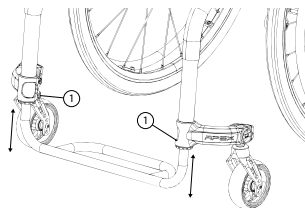

fig. 19c
- Allentare le viti esagonali inferiori da 5mm (1) sui morsetti di montaggio su rotelle destra e sinistra (Fig. 19c)
- Stringete la vite (1) fermamente.